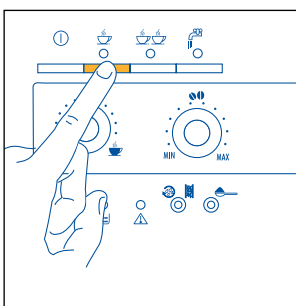
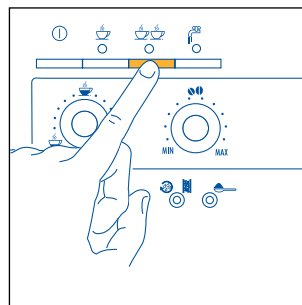

Рис. 12
Рис. 13
- 5) Нажмите кнопку , рис. 12, если вы готовите 1 кофе или кнопку , рис. 13, если готовите 2 чашки кофе. После этого кофеварка помелит зерна кофе, выполнит короткую подачу кофе, паузу и полностью выльет кофе в чашку.
ПРИМЕЧАНИЕ 4: в то время, когда кофеварка готовит кофе, выливание может быть остановлено в любой момент нажатием кнопки , рис. 12, или , рис. 13, нажатой ранее.
ПРИМЕЧАНИЕ 5: как только подача кофе закончится, если вы хотите увеличить количество кофе, достаточно удерживать кнопку , рис. 12 или , рис. 13, нажатую ранее до получения требуемого количества (эта операция может быть проведена только в том случае, если выполняется в течение 3 секунд после завершения выливания кофе из носиков).